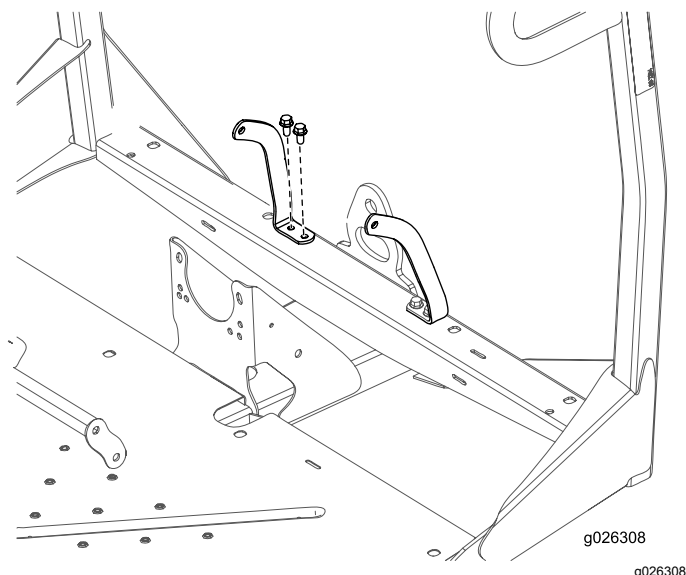

Figure 9
5. Fixez l'ancrage des ceintures de sécurité droite et gauche au cadre avant avec 4 boulons (3/8" x 3/4") et 4 écrous (3/8"), comme montré à la Figure 9.